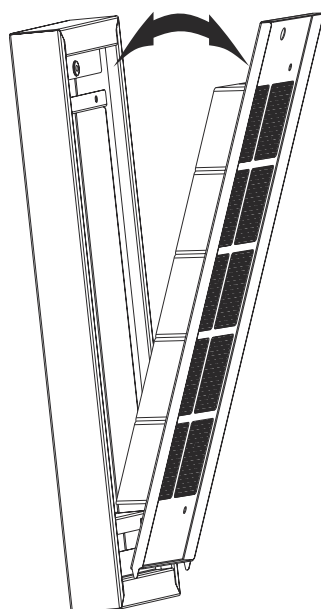

Abb. 44
4. ➔ Aktivkohlefilter entfernen (Abb. 44).